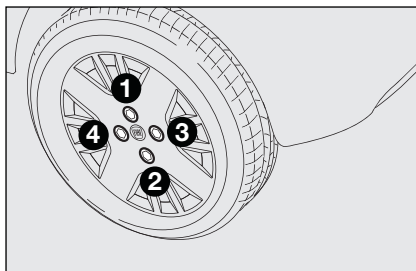

fig. 12
- ☐ draai met de bijgeleverde sleutel de wielbouten kruiselings vast, in de volgorde die is aangegeven in **fig. 12**.